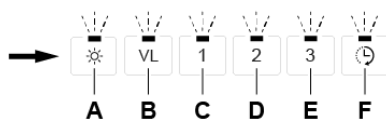

Fig. 12
- Ved vellykket omprogrammering av funksjonsmodusen vil LED-lampene for alle knappene blinke, se Fig. 12.